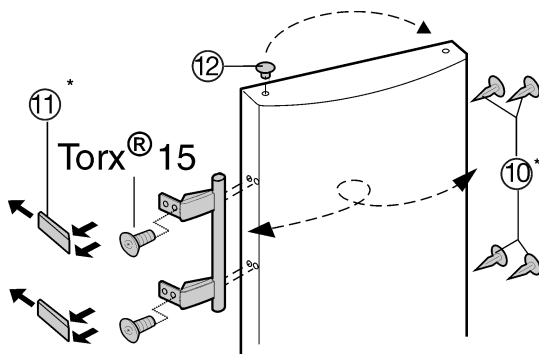

Fig. 8
- ▶ Irrota tulpat Fig. 8 (12) oven saranaholkeista ja vaihda vastakkaiselle puolelle.
- ▶ Ovenkahva, tulpat Fig. 8 (10) ja aluslevyt Fig. 8 (11) irrotetaan ja vaihdetaan toiselle puolelle.